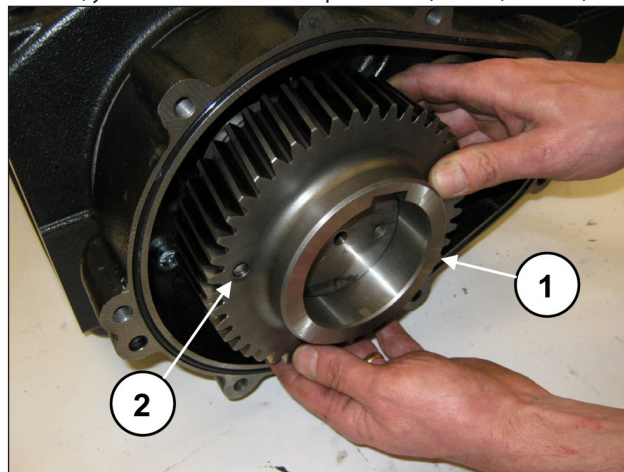

Рис. 14
Снимите зубчатое колесо (поз. ①, Рис. 14). При необходимости воспользуйтесь съемником с ударной массой, установив его в 2 отверстия М8 (поз. ②, Рис. 14).